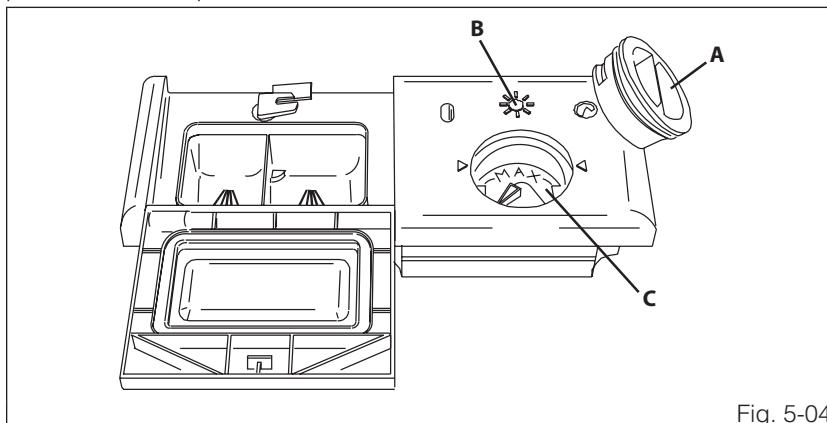

Fig. 5-04
- Gire el tapón (ref. A fig. 5-04) del depósito dándole ¼ de vuelta en sentido antihorario y retírelo de su lugar.
- Coloque el abrillantador hasta llenar el compartimento (140 ml aprox). El indicador óptico (ref. B fig. 5-04), situado al lado del tapón se debe oscurecer completamente. Agregue nuevamente el abrillantador cuando el indicador óptico se ponga claro o cuando se ilumine el piloto que señala la falta de abrillantadors, situado en el display(véase el man. "descripciónd e los mandos").
- Vuelva a situar el tapón (ref. A fig. 5-04) y gírello en sentido horario hasta cerrarlo completamente.
La dosificaciónd el abrillantadors e puede programare n 6 niveles.E l lavavajillas se suministra con la regulación media (indicador del selector situado en "3") programada en fábrica. Para regular la dosificación gire el selector (ref. C fig. 5-04), presente en el dosificador,h astaa lcanzarl a posiciónn ecesaria;la dosis será proporcional a la posición del selector. Preste atención a que la dosis mínima de abrillantador (indicador del selector situado en "1") sea 1 ml aprox y la dosis máxima de abrillantador (indicador del selector situado en "6") sea 6 ml aprox.
- Para regular la dosificación gire el tapón del depósito (ref. A fig. 5-04) dándole $\frac{1}{4}$ de vuelta en sentido antihorario y retírelo de su lugar.
- Vuelva a situar el tapón (ref. A fig. 5-04) girándolo en sentido horario hasta cerrarlo completamente.